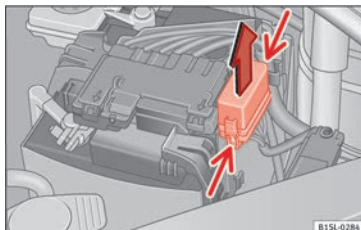

Fig. 144 Nel vano motore: coperchio della scatola dei fusibili.
- Premere le linguette di blocco nella direzione indicata dalla freccia (freccie fine), per sbloccare il coperchio della scatola dei fusibili » **fig. 144**.